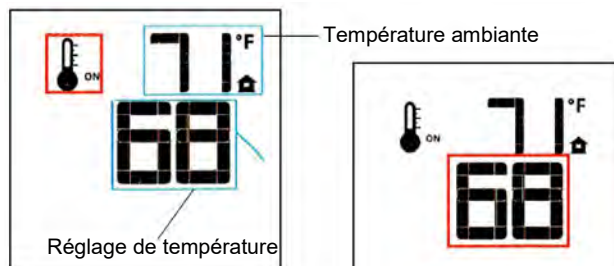

Figure 50. Thermostat activé («ON»).
- Pour activer cette fonction, appuyez sur la touche «Thermostat». L'afficheur indiquera que le thermostat ambiant est activé («ON») et affichera le réglage de température actuel. Fig. 50.